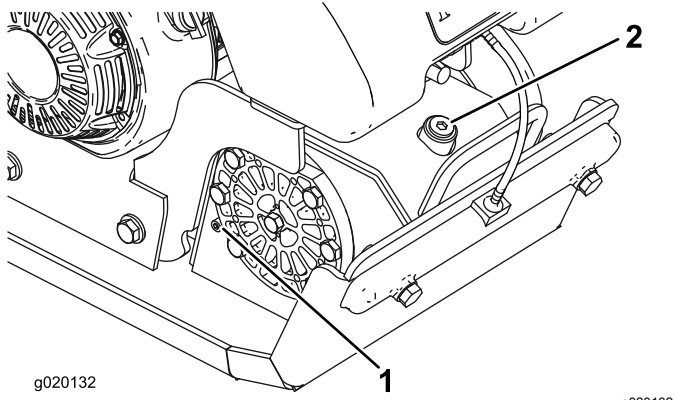

Figura 23
2. Coloque un recipiente debajo del tapón de aceite y retire el tornillo del tapón de aceite situado en el lateral del alojamiento de la excéntrica (Figura 23).
2. Coloque un recipiente debajo del tapón de aceite y retire el tapón de llenado y el tornillo del tapón de aceite (Figura 23).
3. Inclíne la plancha compactadora ligeramente hacia adelante y utilice una pistola de succión para retirar el aceite a través del orificio de llenado (Figura 23).
4. Vierta aceite lentamente en el orificio de llenado hasta que salga aceite del tapón de aceite (Figura 23).